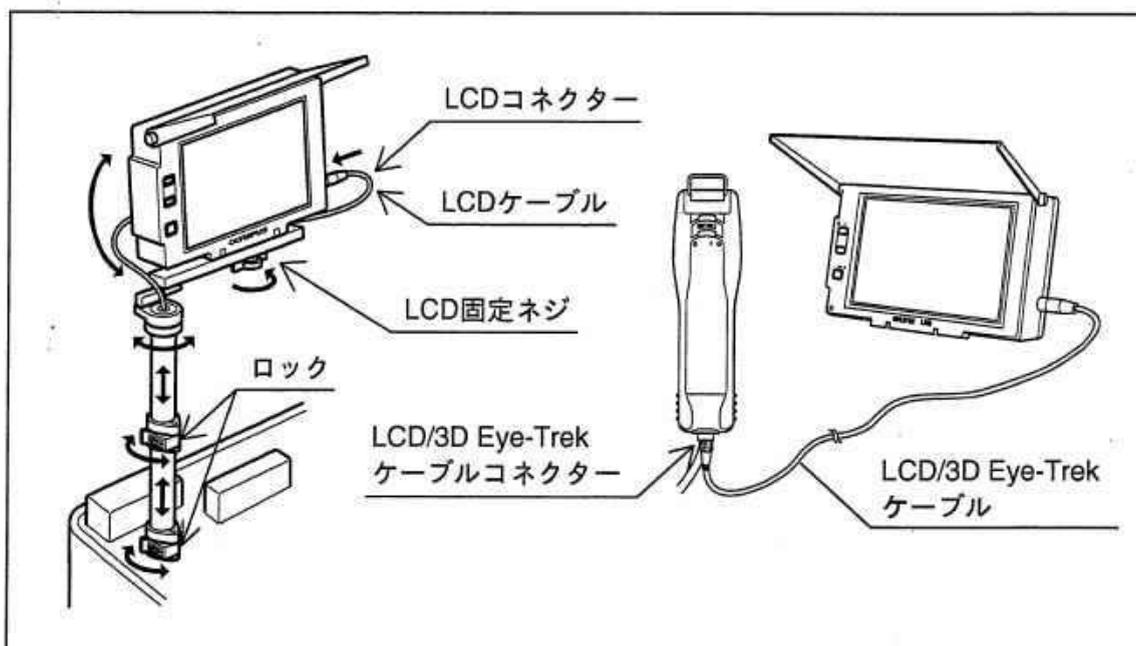

図4.7
2. モノポッドがスムーズに伸縮、ロックが可能か点検します（図4.7参照）。
1. LCDモニターがモノポッドの固定ネジにより緩みなくしっかり固定されていることを確認します（図4.7参照）。
2. LCDケーブルに切れなどの異常がなく、LCDコネクタ一部にしっかり接続されていることを確認します（図4.7参照）。
3. LCDモニターがモノポッドに対してスムーズに回転し任意の位置で固定されることを確認します (図4.7参照)。
その後、付属の「LCD/3D Eye-Trekケーブル」をLCDコネクター、LCD/3D Eye-Trekケーブルコネクターへ接続して使用します (図4.7参照)。